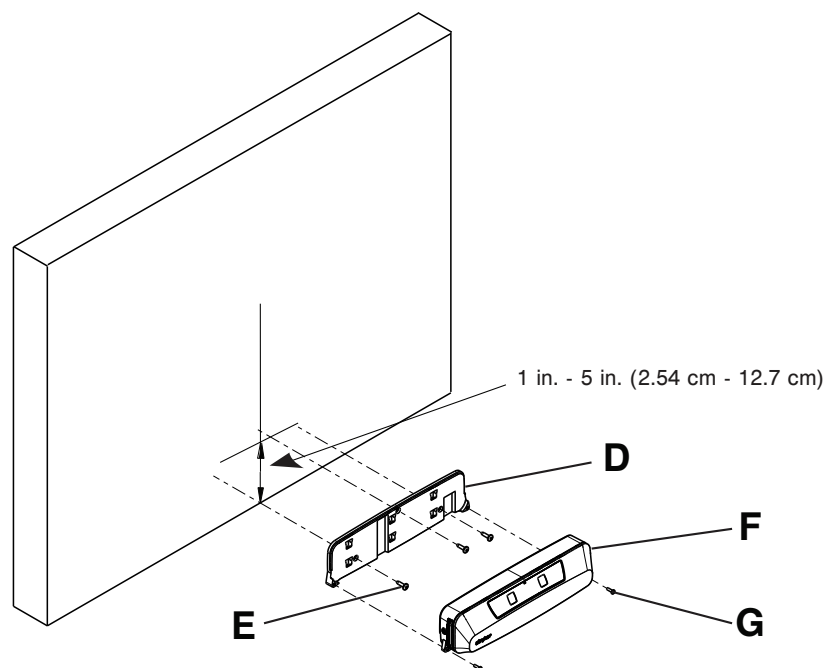

Figura 3 – Especificações de montagem
5. Utilizando uma fita métrica e um lápis, marque o centro pretendido da localização da cama (linha vertical) (Figura 3).
6. Centre a placa de montagem na linha vertical feita no passo 5 e monte o fundo da placa de montagem no máximo a 1 pol (2,54 cm) do chão (Figura 3).
7. Utilizando um nível no fundo da placa de montagem (D), certifique-se de que este (D) está nivelado quando posiciona a placa de montagem (D) nas marcas de referência feitas nos passos 5 e 6 (Figura 3).
8. Utilize um lápis para marcar os três furos para os parafusos da placa de montagem (D).
9. Utilizando a ferramenta apropriada com os fixadores fornecidos pelo hospital (E, não incluídos), fixe a placa de montagem (D) à parede (Figura 3).
10. Fixe o Secure Connect (F) à placa de montagem (D) (Figura 3).
11. Utilizando uma chave Phillips n.º 2, fixe o Secure Connect (F) à placa de montagem (D) com os dois parafusos fornecidos (700001126359) (G) (Figura 3).